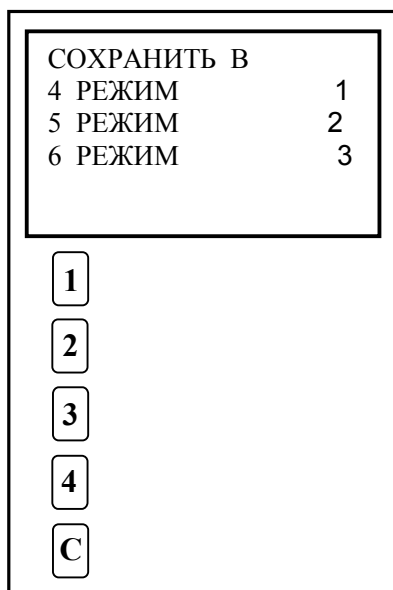

Рисунок 21
14.6 По окончании ввода всех параметров тренировки пользователю предлагается сохранить внесенные изменения в один из пользовательских режимов нажав соответствующие функциональные клавиши «1», «2», «3». Для начала тренировки необходимо нажать клавишу «4» (Рис.21).